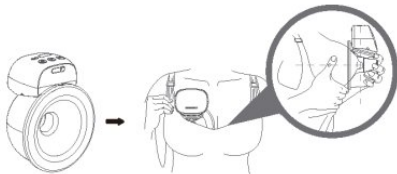

Рис. 28
- а. Перед началом сцеживания убедитесь, что молокоотсос плотно прижат к груди и между ним и кожей нет зазора (Рис. 28).